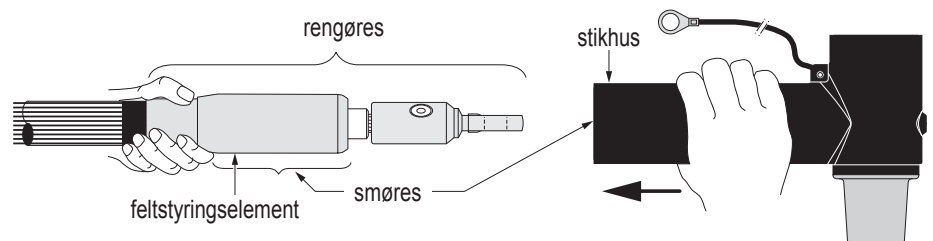

Fig. 13
15) Feltstyringselement, isolation og kabelsko rengøres, se fig. 13.